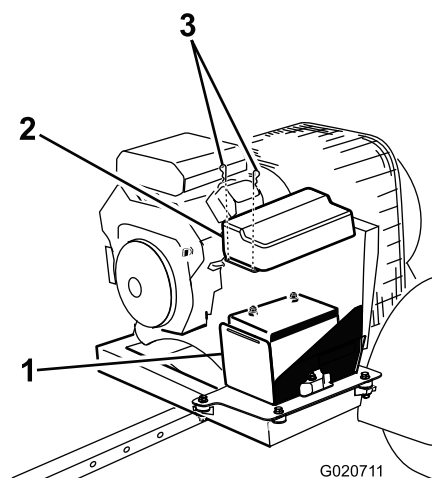

図 38
1. バッテリーカバーをバッテリーボックスに固定しているクリップを外し、ボックスからカバーを取り外す（図 38）。